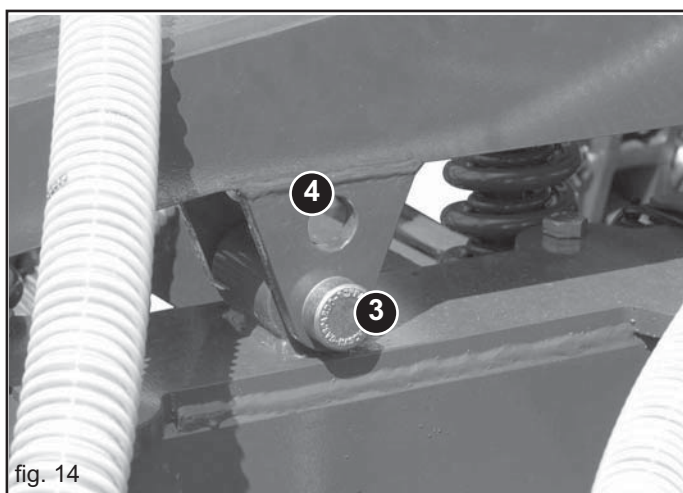

fig. 14
- Bloccare con le spine (3, Fig. 14).